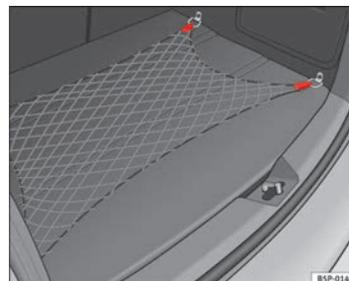

Fig. 108 Red portaobjetos maletero ▶
- Utilice las anillas de amarre existentes en los laterales del maletero, para fijar la red portaobjetos ⇒ fig. 108.